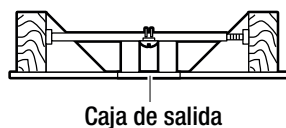

Figura 3
- Para colgar su ventilador donde ya hay una luminaria pero no una viga de techo, puede necesitar un barra colgador como se muestra en la Figura 3 (disponible en su tienda minorista el distribuidor).